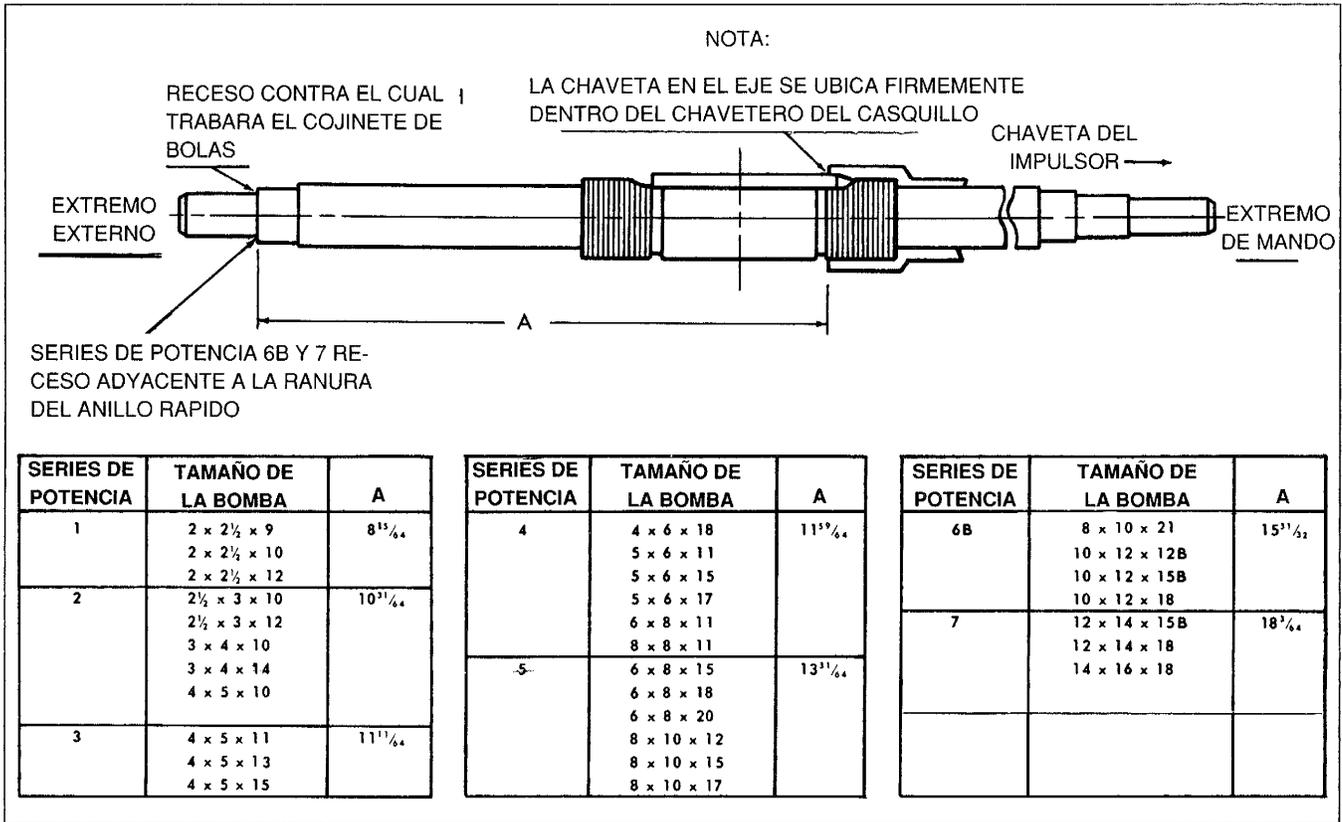
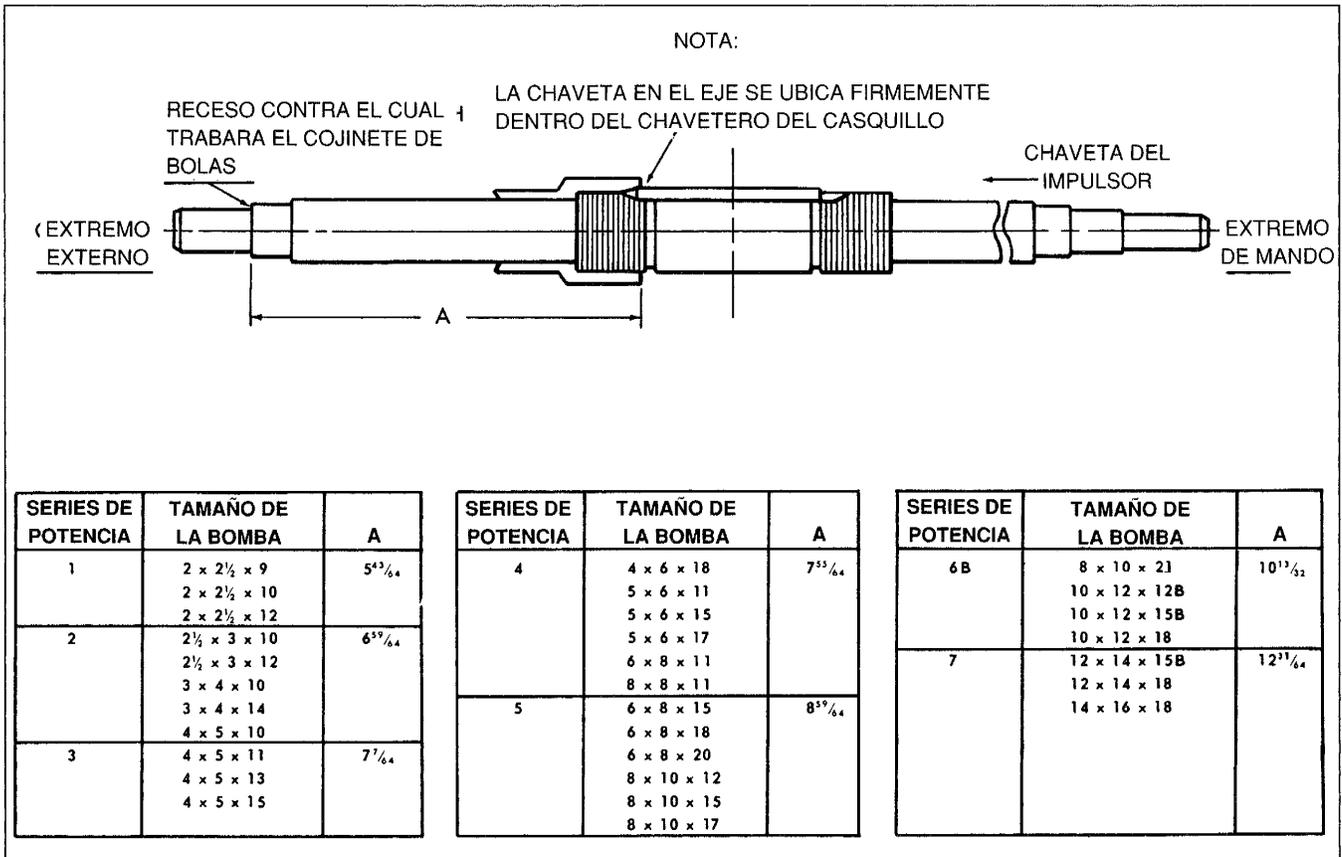

Figura 2. Casquillo posicionador del eje, rotación derecha
Figura 3. Casquillo posicionador del eje, rotación izquierda
1. Para las bombas modelos 412, 413 y 483, vuelva a armar la base (77) a la mitad de la carcasa (69) con los tornillos de cabeza (76). Coloque nuevamente estas partes en su fundación y conéctelas a las tuberías de aspiración y descarga; después asegure la base a su fundación ajustando las tuercas de los pernos de anclaje.
2. Ubique las clavijas posicionadoras (67) en la carcasa inferior (69) y agregue las clavijas de los pernos de charnela (68), si es que éstos se usan en su bomba. Instale las clavijas de los anillos antidesgaste (66). Golpee suavemente las clavijas para asentarlas en su posición. Si se retiró la placa de características (71), instálela con los tornillos (70). Instale el anillo "O" (62) en el casquillo del eje (64).
3. En una unidad de giro derecho, enrosque el casquillo interno (64) en el eje (65) hasta la distancia A (vea la figura 2). En una unidad de giro izquierdo, enrosque el casquillo externo (57) en el eje hasta la distancia A (vea la figura 3). Cuando el casquillo está en posición, su chavetero debe estar alineado con el chavetero del eje. Cubra la chaveta y el chavetero con sellador Loctite grado 242. Inserte la chaveta (63) dentro de los chaveteros del eje y del casquillo. Llévelo hasta su posición con golpes secos firmes.
4. Cubra el diámetro interno de los anillos antidesgaste del impulsor (61) (opcionales) con sellador Loctite grado 271 y presiónelos sobre los cubos del impulsor (59). No intente llevar los anillos antidesgaste del impulsor hasta su posición martillándolos, ya que son de ajuste por presión. Se prefiere el uso de una prensa de eje. Sin embargo, si se coloca un bloque de madera sobre el anillo antidesgaste del impulsor y se ejerce presión en él, éste trabajará satisfactoriamente. Para las series de potencia 5, 6B y 7 solamente, se instalarán dos tornillos de fijación (78) taladrándolos dentro de los anillos antidesgaste y del impulsor. Durante los procedimientos, debe protegerse la superficie opuesta del impulsor para que no se dañe. A tal fin, dicha superficie debe descansar contra una madera blanda colocada sobre la mesa de trabajo.